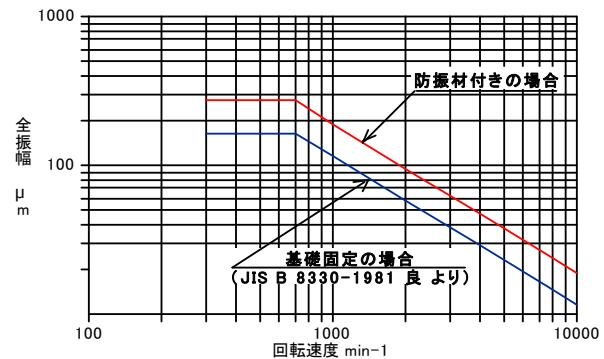

図 15 振動状態の参考判定基準
- (2) Vベルトは、摩耗してきたり、傷んだらお取替えください。Vベルトの寿命（交換時期）は、使用される環境（温度・湿度・太陽光・粉塵等）や条件（伝達動力・始動回数等）により変わりますが、一般空調送風機の場合の目安は1年です。
- (3) Vベルトは、使用中に伸びますので、定期的に張りをチェックしてください。この伸びは特に新しいVベルトで運転初期に大きく発生しますので、運転開始後10~50時間で張りを調整してください。調整は [5] 据付の第4項“Vプーリの芯出しとVベルト調整”的項を参照ください。
- (4) 軸受許容温度は、一般的には室温+40°C以下かつ80°C以下です。温度が軸受許容温度を超えている場合は、運転を停止して点検してください。
- (5) 軸受箱の音や振動は、運転開始数日後の状態を基準として、判断してください。
- (6) ファンが正常で、据付、ダクト配管工事が正しく施工されている場合の振動の基準値を図15に示します。
- (7) 低温の空気を吸込む場合、常温空気の場合に比べ、電流値が増加しますのでご注意ください。